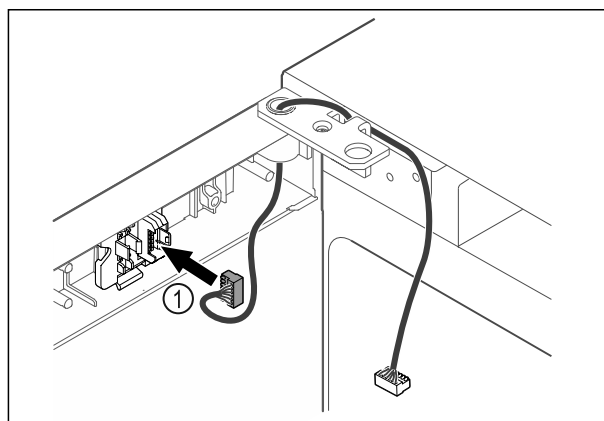

Fig. 66
- Enchufar el conector Fig. 66 (1) en su soporte.